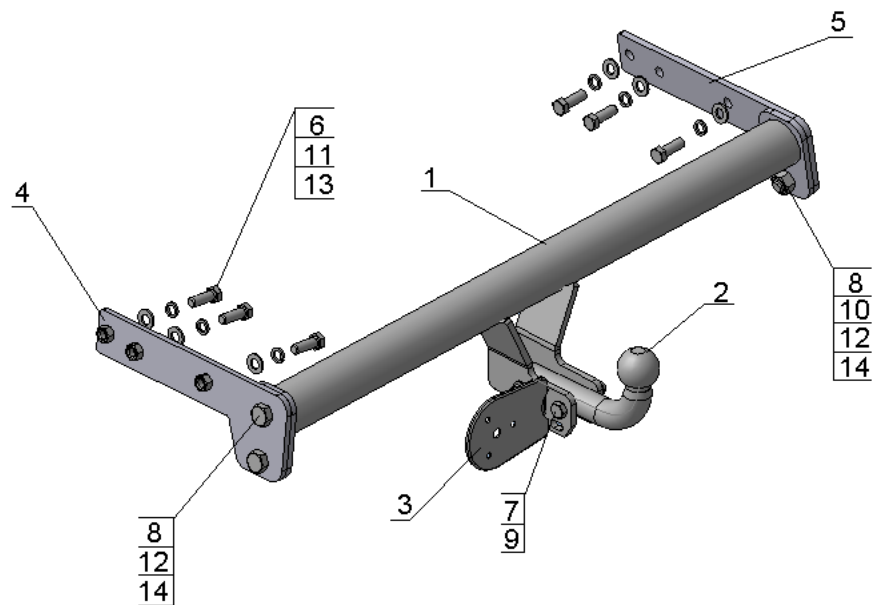

Рис.1
- согласно Рис.1 с помощью крепежных элементов поз. 6,11,13 закрепить кронштейны поз.4, поз.5 на автомобиле;